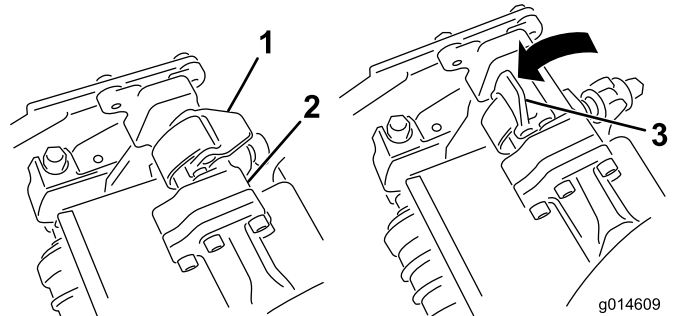

图12
5. 当悬挂臂杆上的闩锁指向上方 (即打开) 时 (图12), 向下压悬挂臂, 使悬挂臂杆与滚刀组顶部的横杆相契合 (图13)。
6. 向下并绕着滚刀组横杆关闭闩锁, 将它们锁定到位 (图12)。